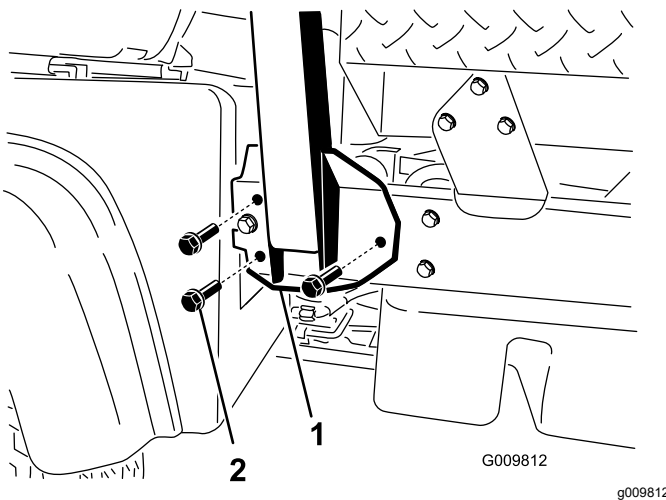

Bild 4
2. Fluchten Sie jede Seite des Überrollschutzes mit den Befestigungslöchern an jeder Seite des Maschinenrahmens aus, wie in **Bild 4** dargestellt.
3. Befestigen Sie die Überrollschutz-Befestigungshalterung mit drei Bundkopfschrauben ($\frac{1}{2}$ " x $1\frac{1}{4}$ ") an jeder Seite des Maschinenrahmens (**Bild 4**).